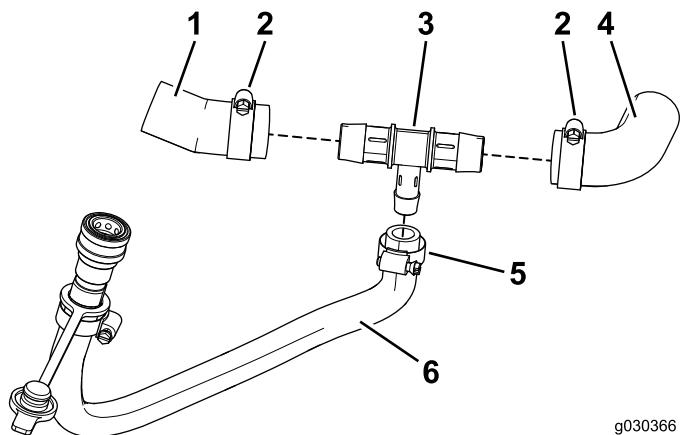

Figura 36
4. Disponha as metades esquerda e direita do tubo no encaixe em T (Figura 36).
5. Utilize as braçadeiras de tubos grandes para prender o tubo ao encaixe em T (Figura 36).